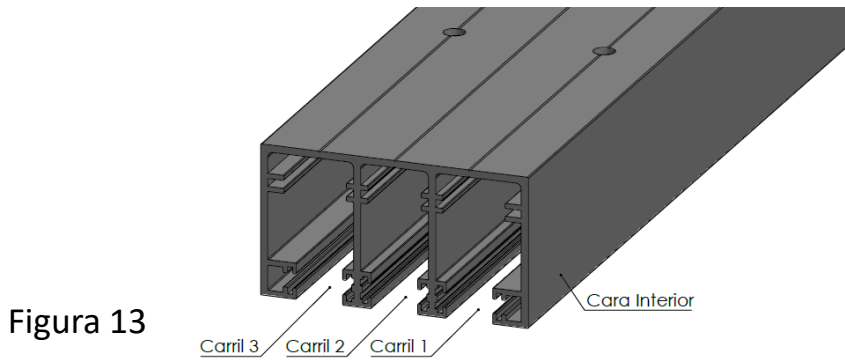

Figura 13
- Para la instalación del Bloqueador de paneles, realizar los taladros de **2,5mm** de diámetro, a la distancia indicada como “Bloqueador” en la hoja de mecanizado (Figura 13)